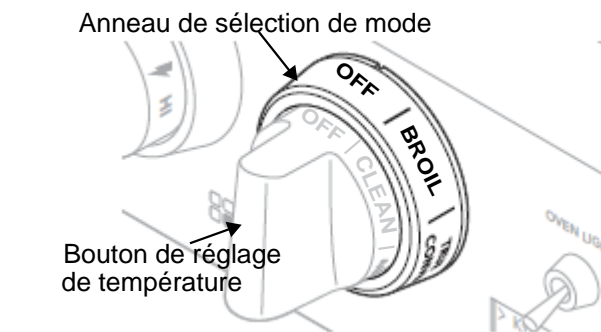

Figure 31 : Anneau de sélection de mode et bouton de réglage de température
2. Tournez le bouton de réglage de température (voir Figure 31) à la position désirée.
2. Réglez l'anneau de sélection de mode (Figure 31) à Bake (cuisson au four), Convection Bake (cuisson par convection) ou Roast (rôtissage).